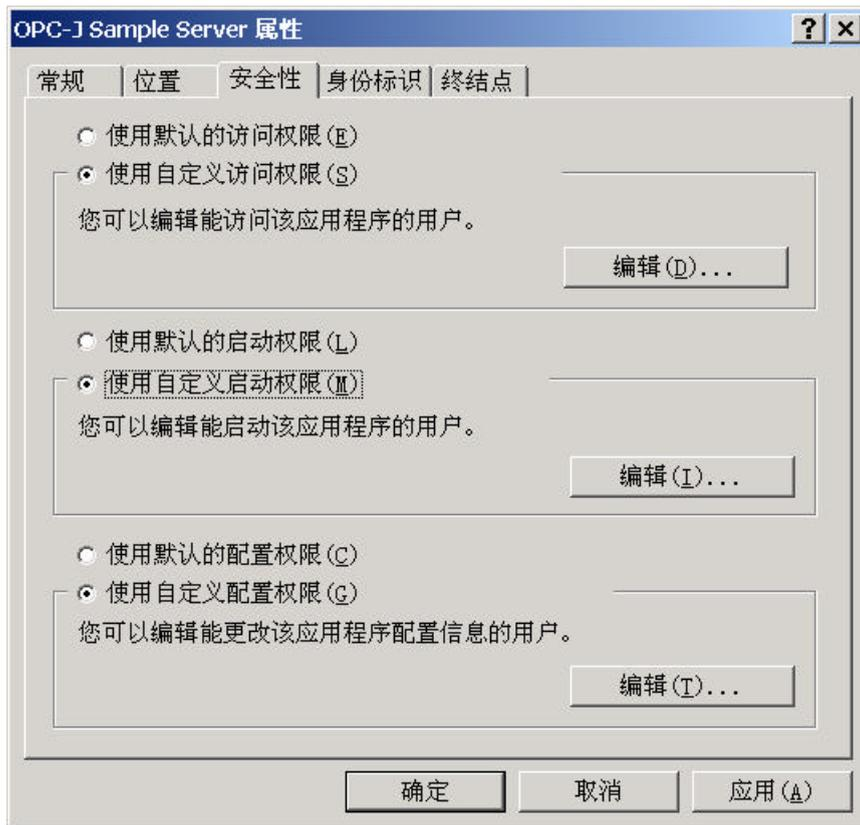

图 5-3 OPC-J Sample Server的属性 (安全性)
- 9) 选择[安全性]选项卡，显示图 5-3的画面。选择[使用自定义访问权限(S)]后，按下[编辑(D)...]命令按钮，显示[注册表值的访问权限]对话框。